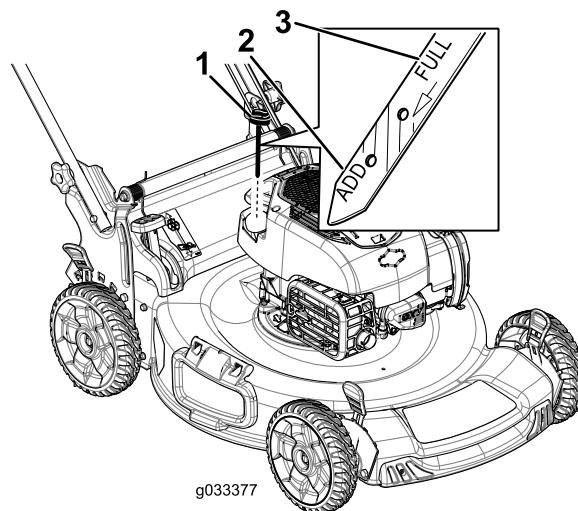

Figura 33
- Retire a vareta rodando-a no sentido contrário ao dos ponteiros do relógio e puxando-a para fora (Figura 33).
10. Leia o nível de óleo na vareta (Figura 33).